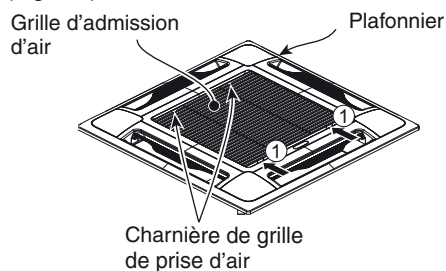

Fig. 7-4
- b) Glisser les loquets de grille d'admission d'air dans la direction indiquée par les flèches ① pour ouvrir la grille. (Fig. 7-4)